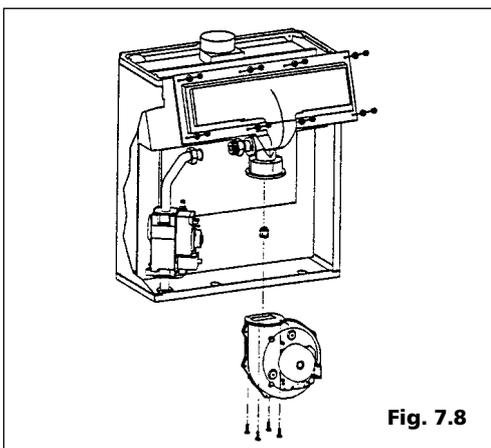

Fig. 7.8
Procedura di trasformazione gas, taratura e regolazioni (Fig. 7.8)
- 2) Nella seconda condizione, ventilatore fissato con viti posteriori corte, procedere come segue (fig. 7.8): è necessario prima smontare il convogliatore aria-gas (8 viti con chiave a tubo da 10 mm) dal coperchio frontale della camera di combustione, smontare il ventilatore e procedere come nella prima condizione.